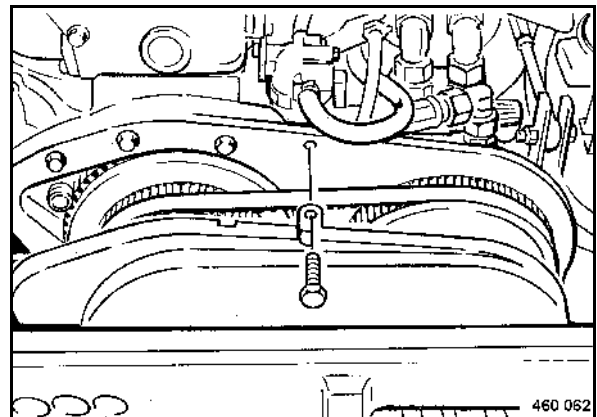

fig. 135
- Déposer le capot de protection (fig. 135).